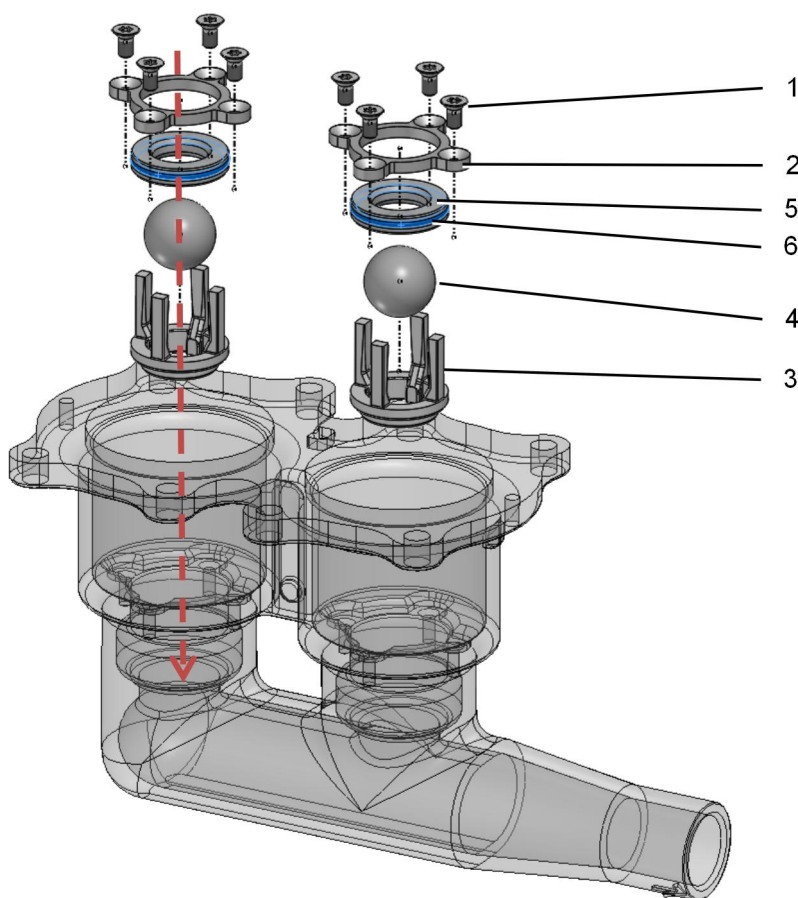

图 6-4：缸盖内介质阀的安装
- 安装两个新的球体 (4) 和支架 (3)。
- 安装新阀座 (5) 以及涂抹了 Renolit Unitemp 2 润滑脂（Timmer 公司产品编号：70010083）的新 O 型圈（图 6-4：缸盖内介质阀的安装）。
- 安装两个端盖 (2)。
- 清洁所有八个 M6x16 沉头螺栓 (1)，并用 Renolit Unitemp 2 润滑。